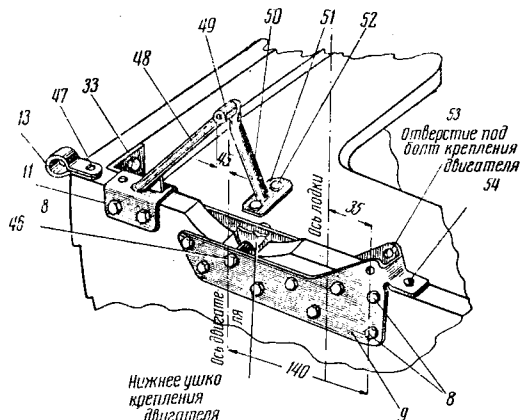

Рис. 36. Установка узлов крепления двигателя:
36). Установка узлов на транце отдельно без двигателя показана на рис. 36. Узел 9 изготовлен из листовой стали толщиной 3 мм и имеет две точки крепления двигателя болтами 46 и 53. Второй кронштейн 11 состоит из пластины — стойки 48 с приваренной к ней втулкой 49 и подкоса 50 с приваренной пластиной 51. Пластина 51 подкоса упирается в банку (сиденье 29) и крепится к ней двумя болтами 52. Подкос 50 предназначен для предохранения лодки от разбалтывания при работе двигателя.